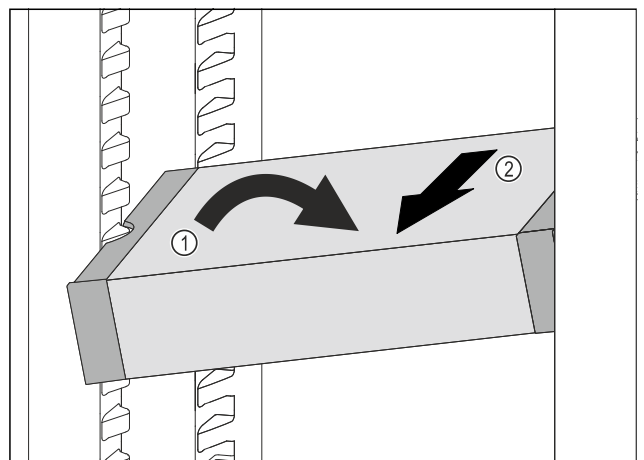

Fig. 185
- Impostare il vano frigorifero di VarioSafe ad angolo. Fig. 185 (1)
- Rimuovere VarioSafe tirando in avanti. Fig. 185 (2)